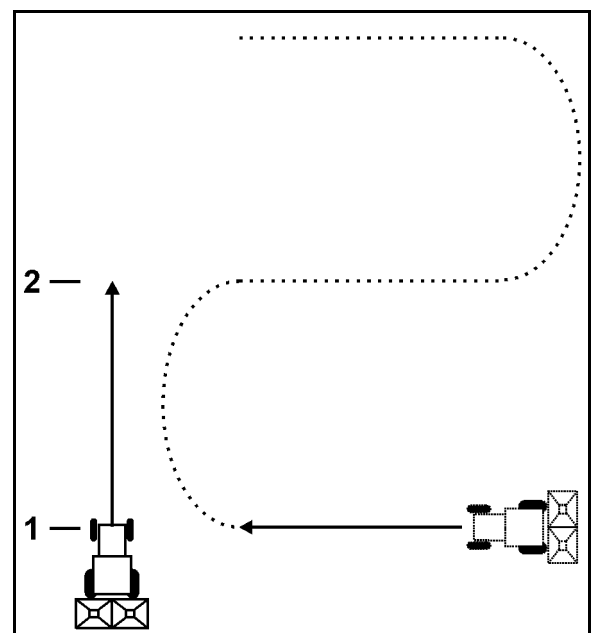

Fig. 7
accionar a tecla  à altura do rasto do tractor (Fig. 7/1).
2. Se o display indicar como distância o valor da largura de trabalho (Fig. 7/2), iniciar a marcha de ligação.